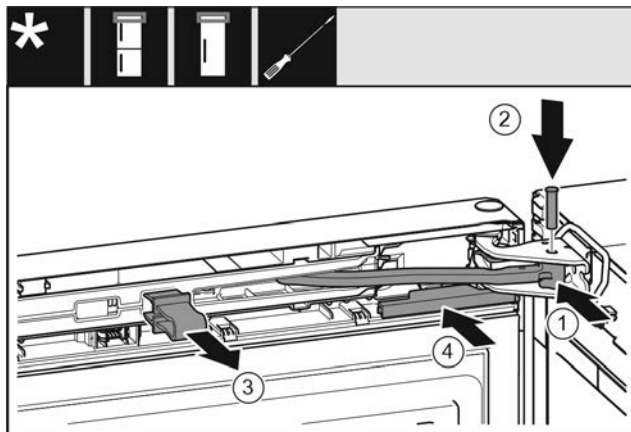

Fig. 21
- ▶ Поверните шарнир в опорном кронштейне. Fig. 21 (1)
- ▶ Вставьте палец в опорный кронштейн и шарнир. При этом следите за тем, чтобы выступ фиксатора занимал правильное положение в пазу. Fig. 21 (2)
- ▶ Снимите предохранитель. Fig. 21 (3)
- ▶ Надвиньте крышку. Fig. 21 (4)